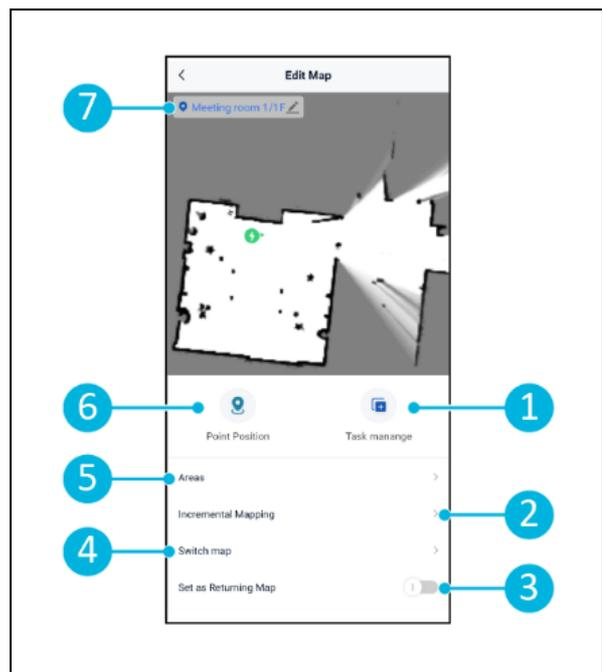

Figura 21
(Figura 21, pos. 4).
2. Seleccione [Incremental Mapping] (Figura 21, pos. 2). Asegúrese de que el mando a distancia está encendido y conectado.
1. Asegúrese de que el cobotic 45 se encuentra en el mapa actualmente seleccionado (Figura 21, pos. 4).